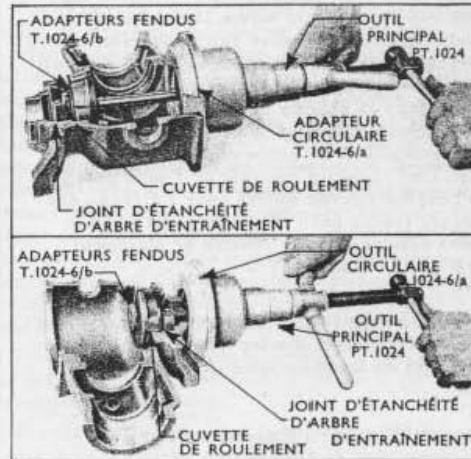

Fig. 12
11. Pour extraire la cuvette du grand roulement d'arbre d'entraînement de l'alésage qu'elle occupe dans le carter, on utilise l'outil principal PT. 1024 équipé de l'adaptateur circulaire d'aluminium T. 1024-6/a, après avoir placé les adaptateurs fendus T. 1024-6/b dans la cuvette de roulement. Positionner l'outil, le grand écrou à oreilles étant contre la poignée de l'outil et l'écrou moleté étant retiré de l'extrémité du renflement central de l'outil; de cette façon, l'adaptateur circulaire d'aluminium se trouve dans l'ouverture du couvercle de carter et la partie centrale de l'outil, traversant l'alésage des adaptateurs fendus qui se trouvent dans la cuvette de roulement, ressort dans l'alésage du carter. Remonter l'écrou moleté à l'extrémité de la partie renflée centrale de l'outil, tirer la partie centrale de l'outil pour faire pénétrer l'écrou moleté dans l'alésage des adaptateurs fendus puis visser le grand écrou à oreilles pour extraire la cuvette de roulement (voir FIG. 12 - Haut).
moleté qui se trouve à l'extrémité du renflement central de l'outil. Retirer la partie centrale du corps de l'outil, ce qui amène la cuvette de roulement à l'entrée de son alésage; visser le grand écrou à oreilles pour positionner la cuvette dans son logement de telle sorte qu'elle s'appuie contre l'épaule de l'alésage (voir FIG. 12 - Bas).